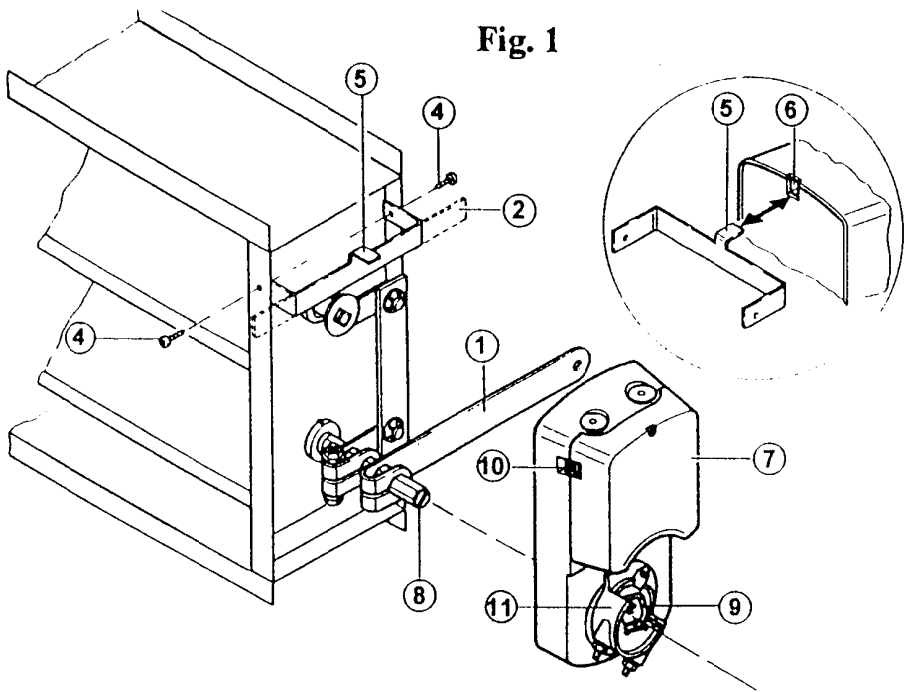
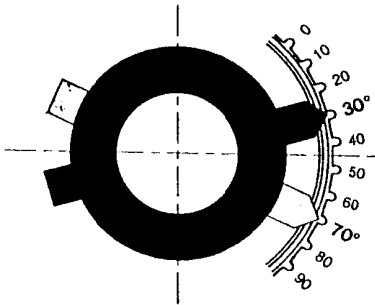

Fig. 2
Fig. 3
- Drehen Sie den Adapter ⑪ bei gedrücktem Ausrastbolzen ⑩ in die Position 30° - Fig. 2. Kreuzschlitzschraube bei Schaltrad A leicht lösen, so daß das Schaltrad von Hand verstellt werden kann. Schaltrad A im Gegenuhzeigersinn drehen, bis der Schaltnocken des Mikroschalters sichtbar wird - Fig. 3. Kreuzschlitzschraube des Schaltrades A festschrauben.
- Drehen Sie den Adapter ⑪ wie zuvor auf die Position 70° - Fig. 2. Kreuzschlitzschraube bei Schaltrad B leicht lösen, so daß das Schaltrad von Hand verstellt werden kann. Schaltrad B im Uhrzeigersinn drehen, bis der Schaltnocken des Mikroschalters sichtbar wird - Fig. 3. Kreuzschlitzschraube des Schaltrades B festschrauben.